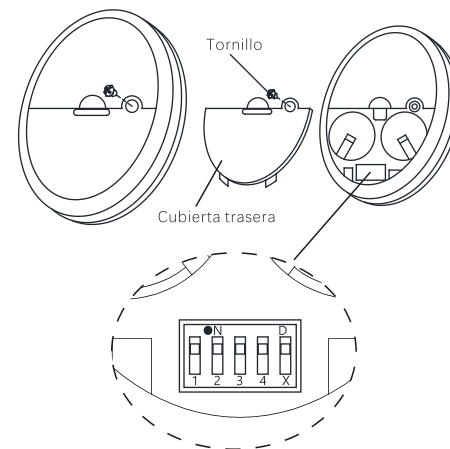

Imagen 20
INSTALACIÓN DE LAS BATERÍAS DEL TRANSMISOR (Imagen 20)
Paso 1. Quite la cubierta trasera del transmisor y el tornillo de seguridad. (Imagen 20)
CONFIGURACIÓN DE LA FRECUENCIA "1-4" DE LOS INTERRUPTORES DIP (Imagen 20)
CONFIGURACIÓN DE LA FUNCIÓN DE LUZ "D/X" DEL INTERRUPTOR DIP (Imagen 20)